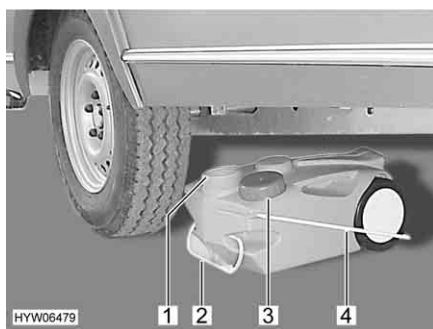

Bild 146 Abwassertank, fahrbar
- Öffnung des Abwassertanks (Bild 146,1) mit dem Deckel (Bild 146,3) schließen.
- Den Abwassertank am Griff (Bild 146,2) herausziehen.
- Tragegriff (Bild 146,4) nach oben klappen und Abwassertank aufstellen.